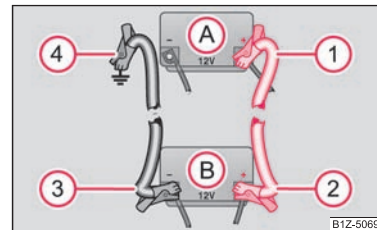

Fig. 181 Executarea pornirii cu ajutorul bateriei altui autovehicul: A - bateria descărcată, B - bateria furnizoare de curent
- Prindeți un capăt la polul plus (1) ⇒ fig. 181 al bateriei descărcate (A).
- Prindeți celălalt capăt la polul plus (2) al bateriei care furnizează curent (B). ▶